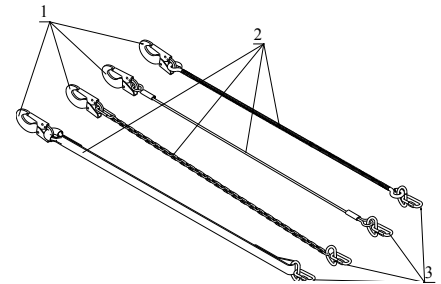
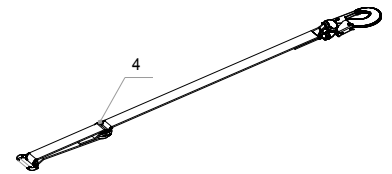

Рис.1 Стропы типов А, Г, Б, В
Рис.2 Строп типа А(рег)
Состав изделия: Стропы состоят (см. рис.1) из фала (2), выполненного из полиамидной ленты (А), из стального каната в защитной оболочке (Б), из полиамидного каната (В) или из металлической цепи (Г). На одном конце фала закреплён карабин (ГОСТ Р ЕН 363) для присоединения к анкерной точке (1), снабжённый блокирующей защёлкой, а на другом – петля, D-кольцо или карабин (по спец. заказу) (3), предназначенные для присоединения к ремню пояса или амортизатору. Регулируемые стропы типа Арег и Врег (рис.2) дополнительно снабжены регулятором длины (4). Двуплечие (двухветвевые) стропы Ад, Бд, Вд и Гд состоят из двух фалов, на конце каждого из которых закреплён карабин (1), два других конца фалов образуют одну петлю, в которую может быть установлено D-кольцо или карабин (по спец. заказу). Двуплечие (двухветвевые) регулируемые стропы Адрег, Вдрег состоят из двух фалов, каждый из которых снабжен регулятором длины (4).